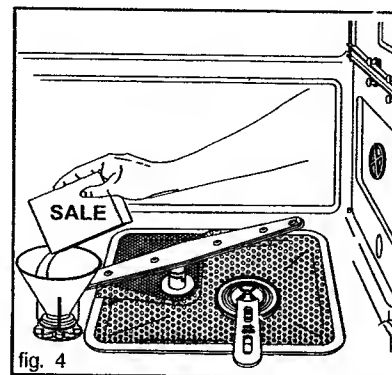

fig. 4
- Adapter l'entonnoir de remplissage qui se trouve à l'intérieur de lave-vaisselle sur l'orifice du réservoir à sel (fig. 4).